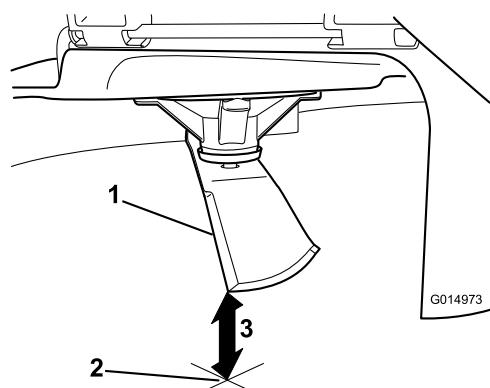

Figure 88
5. Mesurez la distance entre la pointe de la lame et la surface plane (Figure 88).